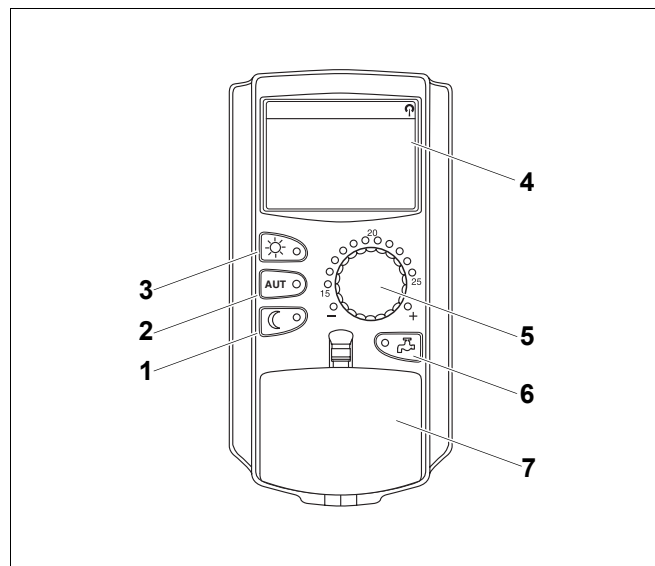

Fig. 6 Unité de contrôle et de configuration MEC 2
L'écran (fig. 6, **pos. 4**) permet d'afficher des fonctions et des valeurs de réglage, telles que la température ambiante mesurée.
Le bouton rotatif (fig. 6, **pos. 5**) permet de régler de nouvelles valeurs ou de vous déplacer dans les menus.
Certaines fonctions telles que la température ambiante jour, la température ambiante nuit, le cas échéant la température d'ECS ou le mode de chauffage automatique, sont directement accessibles par les touches correspondantes (fig. 6, **pos. 1 à 3 et 6**).
Derrière la trappe (fig. 6, **pos. 7**) vous trouverez d'autres touches servant par exemple à sélectionner les jours de la semaine, à régler l'heure etc.